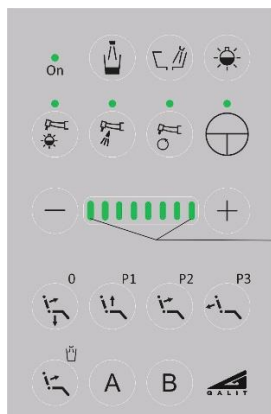

Рисунок 5.2.4.5
- вибрати необхідний режим роботи скелера (**PERIO/SCALING**) на пульті блоку лікаря (рисунок 5.2.4.5). (Насадки чи файли для скелера необхідно обирати відповідно до режиму роботи скелера).
- I-VIII індикатори визначають діапазон потужності для режиму **SCALING** (рисунок 5.2.4.5);